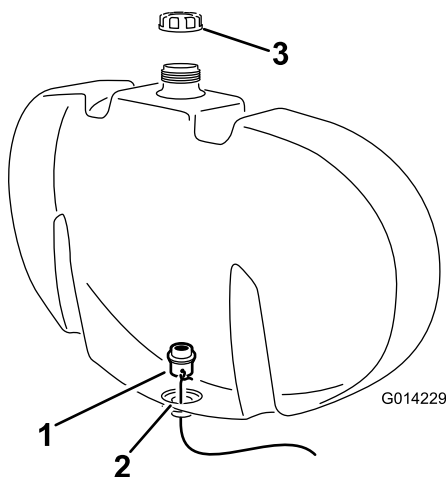

Figure 3
- E. Utilisez le fil pour guider le raccord de traversée dans le trou au fond du réservoir (Figure 3).
F. Positionnez le raccord de traversée en plaçant le joint transparent en appui contre la paroi intérieure du réservoir de rinçage (Figure 3).